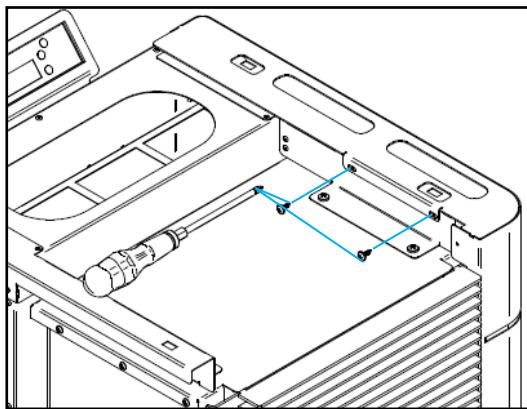

Figura 24 - Fixação das envelopentes laterais na parte superior
d) Repetir o processo realizado no ponto b e c deste manual para a outra envolvente e apertar as laterais utilizando quatro parafusos do kit, dois em cada lado, como demonstra a Figura 24.